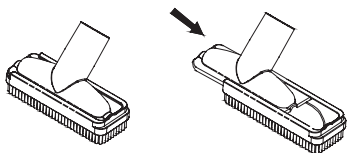

Рис. 10
2. Насадка для всасывания жидкостей (12) используется для очистки пола, как от жидкостей, так и от обычного мусора.
3. Щелевая насадка (11) используется для чистки радиаторных батарей, уборки в проемах, углах, в области плинтусов и т.д.
4. Насадка для пыли (2 в 1) (13) используется для уборки пыли с любых типов поверхности таких, например, как: книги, жалюзи, решетки кондиционеров, абажуры ламп, полки и т.д. Без щетки насадка может использоваться для чистки мягкой мебели (Рис. 10).